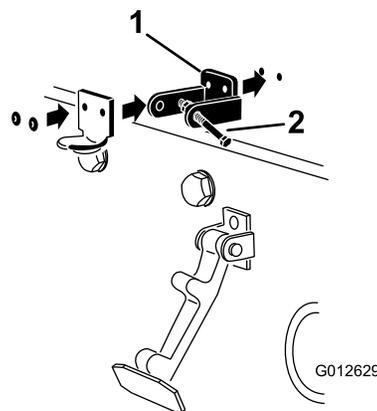

Figura 4
**Nota:** O suporte do trinco tem de estar contra o capot (Figura 4). Não retire o parafuso e porca do braço do suporte do trinco.
6. Aplique rebites nos suportes e nas anilhas ao capot (Figura 4).